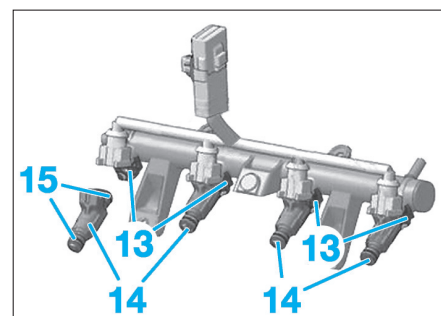

Fig. 28
- les agrafes (13),
- les injecteurs essence (14) (Fig.28).